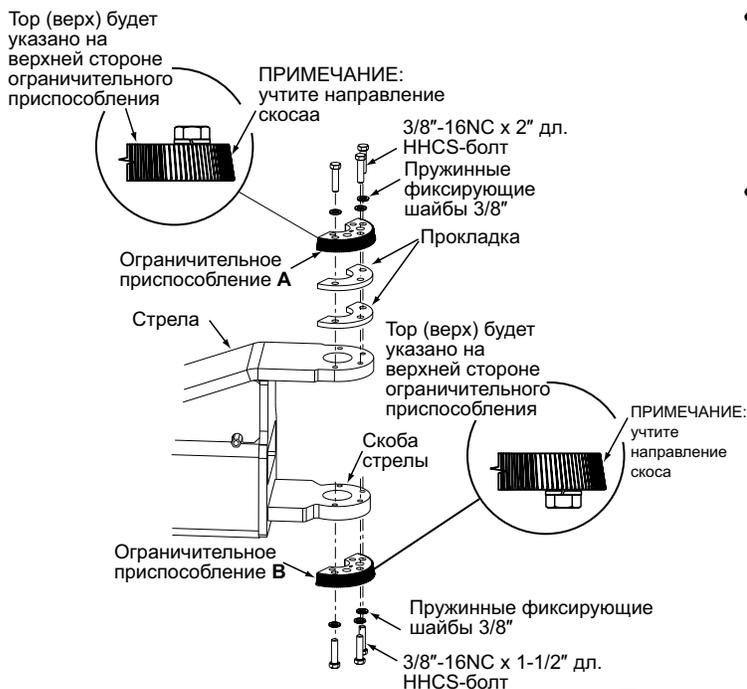

Рис. 18
- Установите ограничительное приспособление **А** с (2) прокладками на верхней скобе стрелы, используя (3) 3/8"-16NC x 2" дл. винта ННС и пружинные фиксирующие шайбы 3/8", как показано на рис. 18, но не затягивайте.
- Установите ограничительное приспособление **В** с (3) 3/8"-16NC x 1 1/2" дл. винтами и пружинные фиксирующие шайбы 3/8", как показано на рис. 18, но не затягивайте.